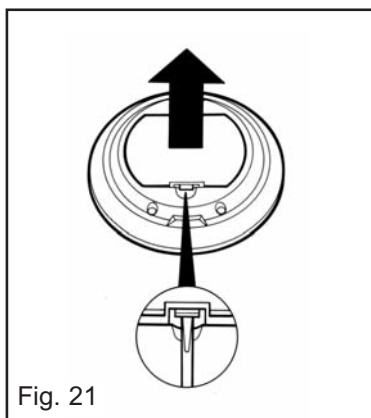

Fig. 21
- Enlever le couvercle du compartiment à piles de l'arrière de la télécommande (figure 21)